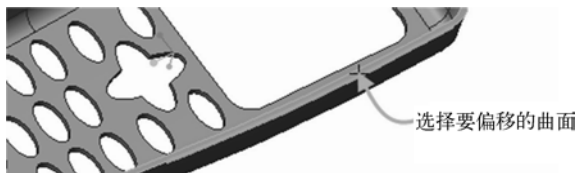

图 6-46 选择要偏移的曲面
- 4 系统提示选择要偏移的曲面（与突出显示的边相邻）。选择图 6-46 所示的曲面作为匹配曲面，即作为要被偏移的曲面。